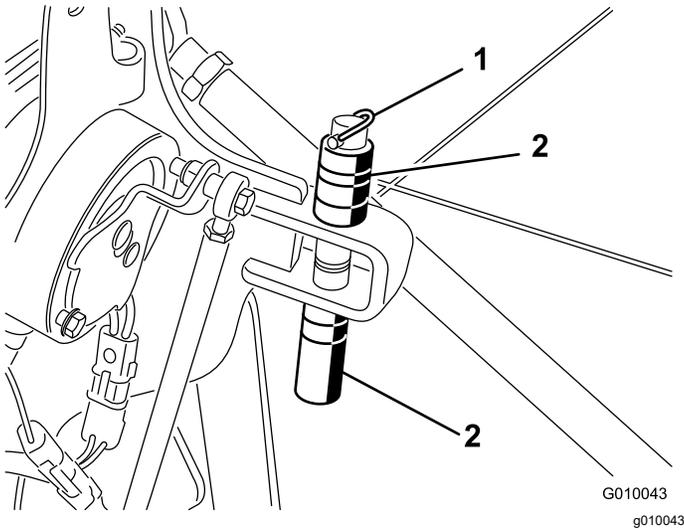

Bild 20
- Entfernen Sie den Klappstecker, der die Distanzstücke und Tiefeneinstellstifte hält (**Bild 20**).